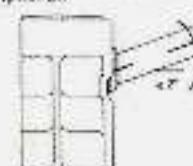

рис.1
- 4 Для максимальной теплоотдачи радиатора необходимо соблюдать минимальные расстояния, указанные на рисунках. Для радиаторов до 10 см, расстояние 3 см от стены. Для радиаторов с 11 и больше сечения используйте 3 см (рис.1) и 2 см (рис.2).
ВО ИЗБЫТКЕ АВАРИИ ДОПУСТИМ ОТКЛЮЧЕНИЕ ОСН КОЛЛЕКТОРА РАДИАТОРА И ПОДСОСИЩИХ ТРУБ НЕ БОЛЕЕ 20° (РИС.1)